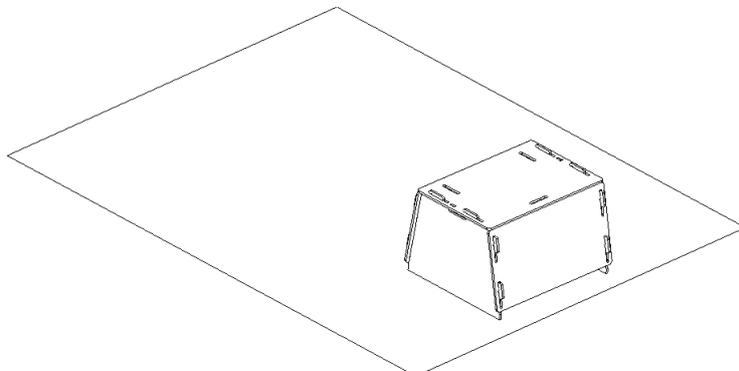

Рис. 12.6: Подставка для сканера на калибровочном шаблоне
2. Выровняйте подставку для сканера с прямоугольными метками на шаблоне, обращая внимание на ориентацию установочных отверстий в крышке подставки (см. Рис. 12.6).